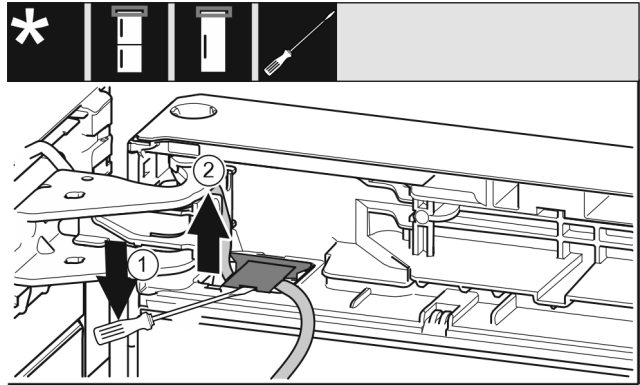

Fig. 21
- Cu șurubelnița plată ridicați și extrageți apărătoarea. Fig. 21 (1)
- Extrageți cablul. Fig. 21 (2)